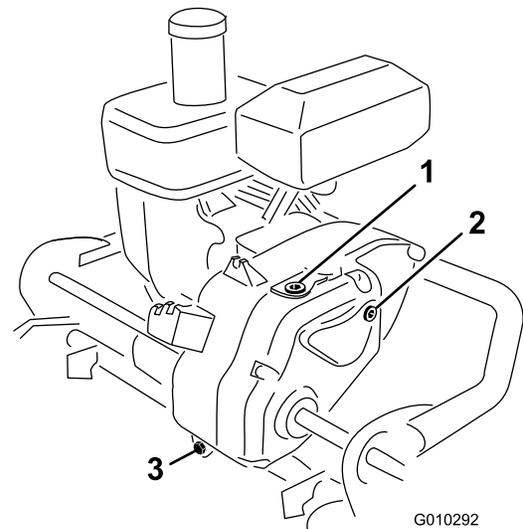

Bild 34
2. Nehmen Sie die Prüf-/Füllschraube aus der rechten Getriebeseite heraus (Bild 34).